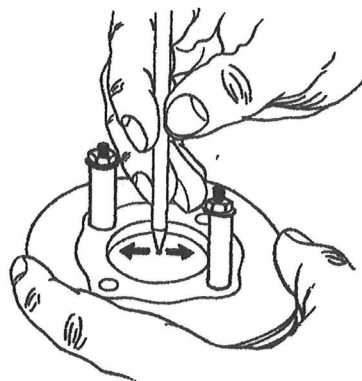

fig. 13
- druk cylinder goed vast op het carter met behulp van 2 afstandbusjes op twee, diagonaal tegenover elkaarstaande, tapeinden (fig. 13)